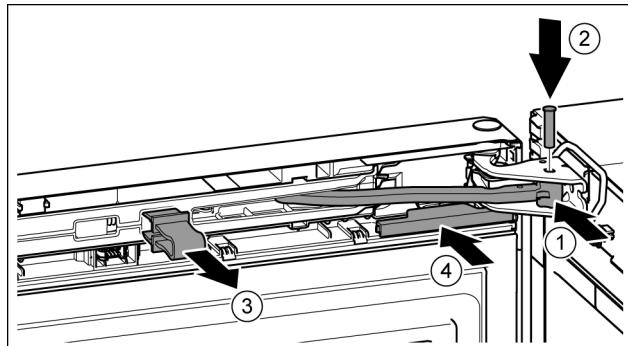

Fig. 22
- ▶ 铰链转入托架。 Fig. 22 (1)
- ▶ 将螺栓插入托架和铰链。同时注意止动凸轮需正确地位于凹槽中。 Fig. 22 (2)
- ▶ 取下保险装置。 Fig. 22 (3)
- ▶ 插入盖板。 Fig. 22 (4)